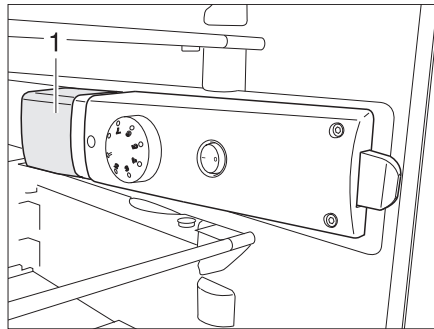

Bild 300 Kühlschranksleuchte
- Von hinten unter die Leuchtenabdeckung (Bild 300,1) fassen und Leuchtenabdeckung ca. 3 mm anheben.